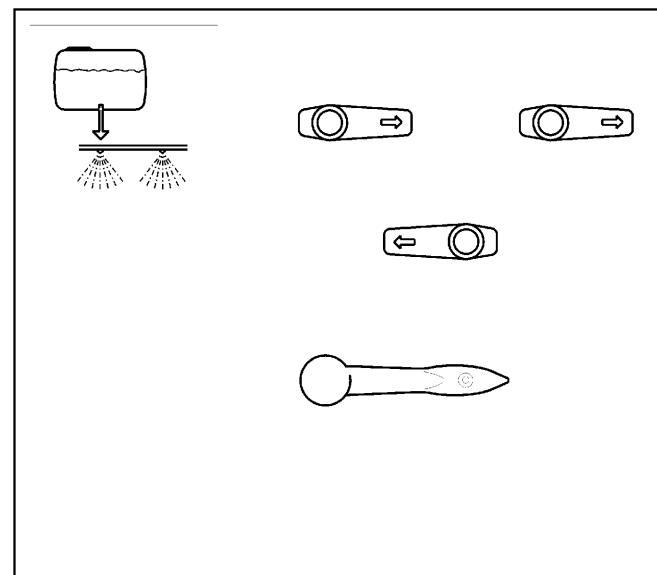

Рис. 7.6
- Если бак заполнен, трехходовой переключающий кран установите в соответствующее положение (рис. 7.6), а насос выключите.